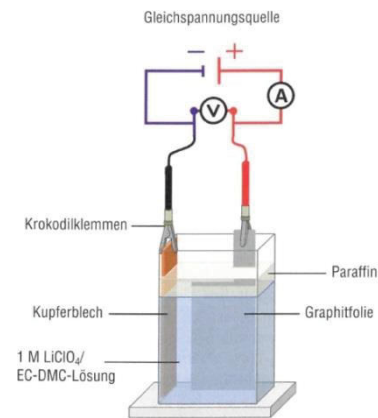

Abb. 17: Aufbau des Versuchs Nachweis der  $\text{ClO}_4^-$  Interkalatoren.3
- Schließen Sie parallel zu diesem Stromkreis für die Spannungsmessung ein Voltmeter an (Abb. 17).